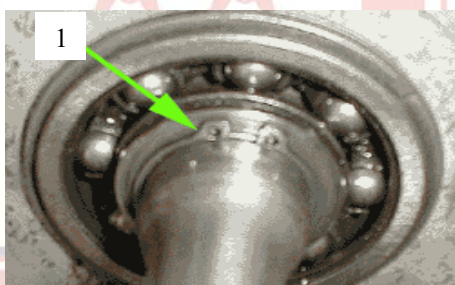

Fig. 1.1 Rulment roată (Times New Roman 11 ppt):
- Figurile și tablele se vor numerota în ordinea introducerii lor în lucrare, cuprinzând în numerotare specificarea capitolului (exemplu: Fig. 1.1, Fig 1.2, Fig. 2.1, Tabelul 1.1 etc.) și denumirea figurii (vezi modelul ce urmează). Acestea se vor insera în textul lucrării, după referința din text și pe cât posibil imediat după această mențiune. Figurile pot fi centrate pe pagină sau poziționate dreapta, cu condiția ca spațiul rămas în stânga figurii să fie utilizat pentru text.